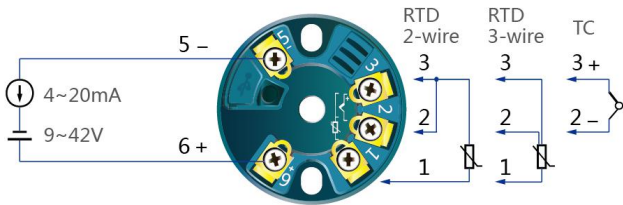

图 2 端子接线图
- 端子接线: 参见图 2, 适合采用截面积 $0.2 \sim 1.5(\text{mm}^2)$ 的实芯线或多芯线。由 M3 螺丝紧固连接。